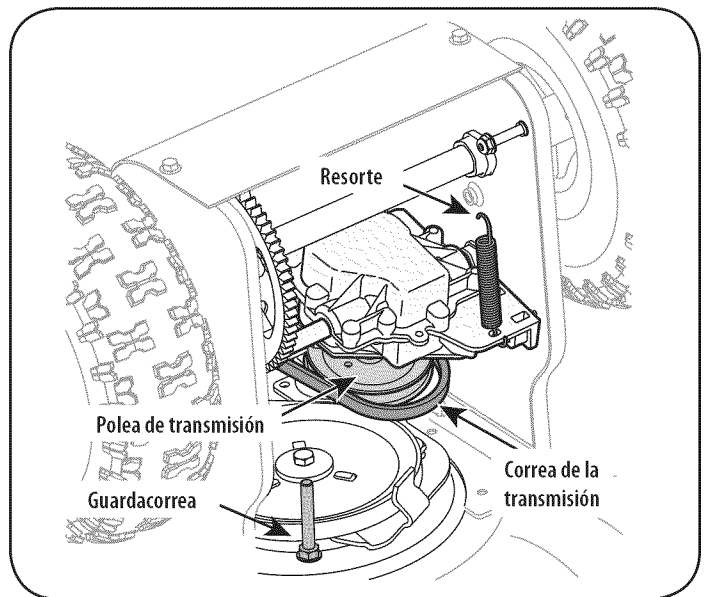

Figure 38
1. Incline la máquina quitanieve hacia arriba y hacia adelante de manera que quede apoyada sobre la caja de la barrena. Retire el guardacorrea como se indica en la Figure 38. Regrese la máquina quitanieve a su posición vertical para completar los siguientes pasos.
2. Quite el resorte que conecta la transmisión a un perno en el cuadro del motor. Vea la Figure 38.